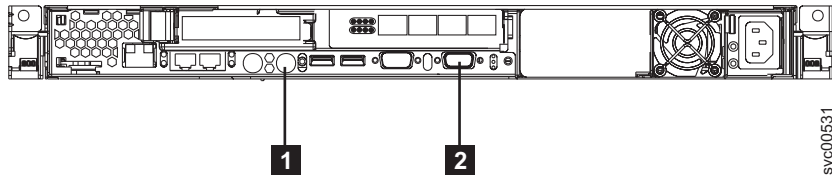

図 29. SAN ボリューム・コントローラー 2145-8F4 のサービス・ポート
- | のみ使用されます。30 ページの図 29 provides the locations には、サービス・ポ